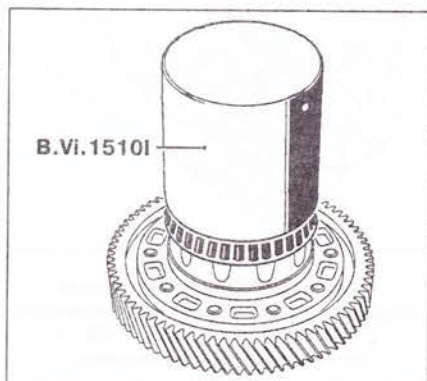

Рис. 5.72. Установите большой подшипник при помощи приспособления В. Vi. 1510I.
9. Установите большой подшипник при помощи приспособления В. Vi. 1510I (рис. 5.72).